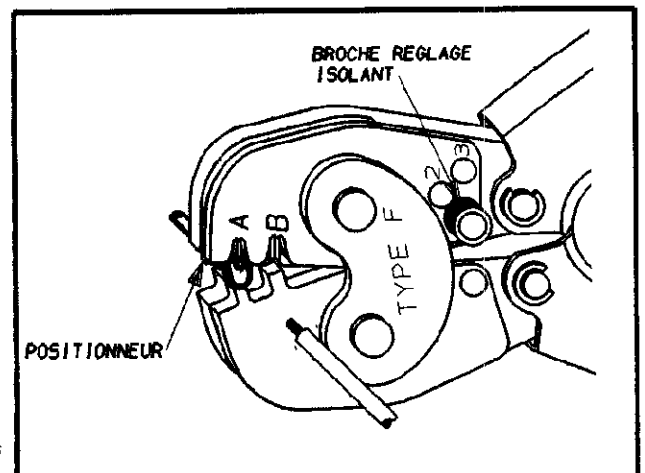

FIG.2
1. Ouvrir les poignées de la pince et centrer le fut fil de la cosse entre les matrices de sertissage, en prenant soin de placer le positionneur entre le fut fil et le fut isolant, comme indique en fig.2.